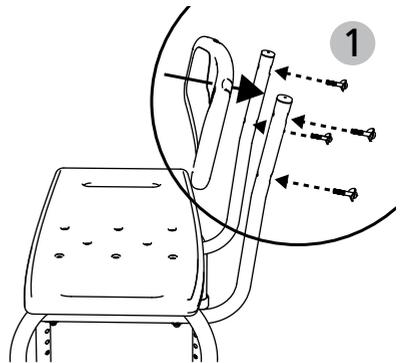

fig. 4
4. Per montare lo schienale, far combaciare i fori dello schienale dei tubi dello schienale e avvitare tutti i componenti tra loro (fig. 4, 1). Utilizzare a tale scopo i seguenti elementi: 4 rondelle, 4 viti da 30 mm.